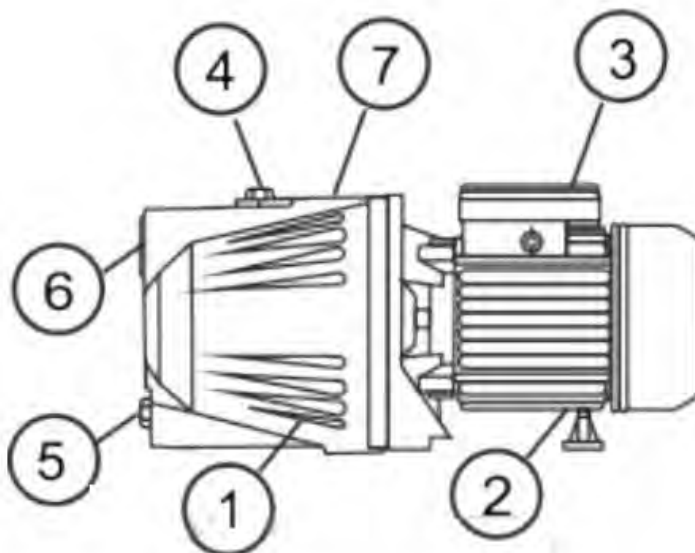
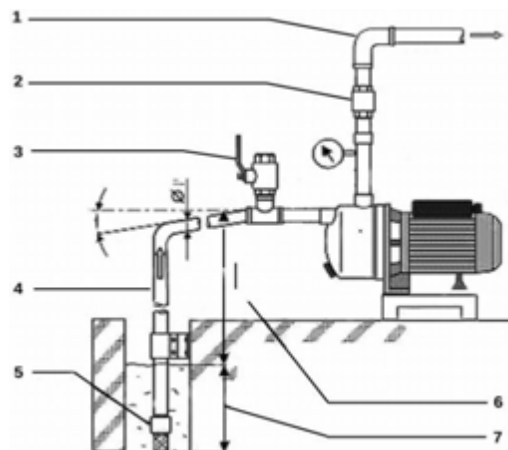

Рис.1 – Устройство садового насоса
Рис. 2 - Схема установки насоса
- Присоедините всасывающую трубу с обратным клапаном ко входному отверстию (6) рис.1.
- Перед началом эксплуатации необходимо залить в насосную часть воду. Для этого открутите пробку (4) заливной горловины. Заливайте в систему воду, пока она не польется через край. Закрутите пробку.
- Для гарантированного всасывания воды, перед пуском полностью заполните всасывающий трубопровод 4 рис. 2. Удобно воспользоваться заливным краном 3, как показано на рис.2. Для того, чтобы вода не выливалась из всасывающего трубопровода (шланга) 4, на его конце должен быть установлен обратный клапан 5.
- Подключите насос к сети. При правильном подключении из водоразборного трубопровода 1 рис.2 потечет вода.